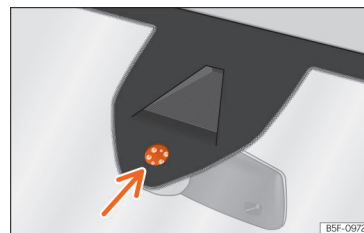

Abb. 115 Sensitive Fläche des Regensensors.
Mögliche Ursachen für Störungen und Fehlinterpretationen im Bereich der sensitiven Fläche »» **Abb. 115** des Regensensors sind u. a.:
- Sensitive Fläche des Regensensors regelmäßig reinigen und Wischerblätter auf Beschädigungen prüfen »» **Abb. 115** (Pfeil).